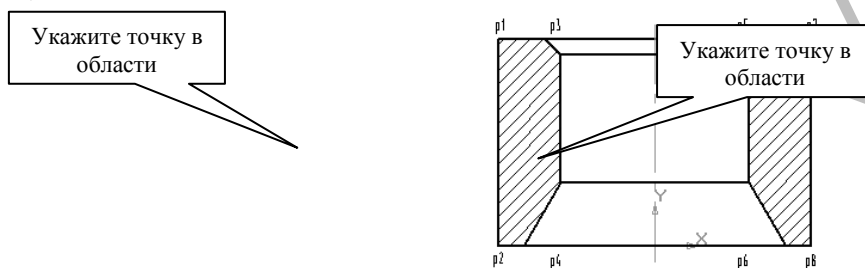

Рис. 17
2) Щелкните мышью внутри тех областей детали, которые необходимо заштриховать, как показано на рис. 17.